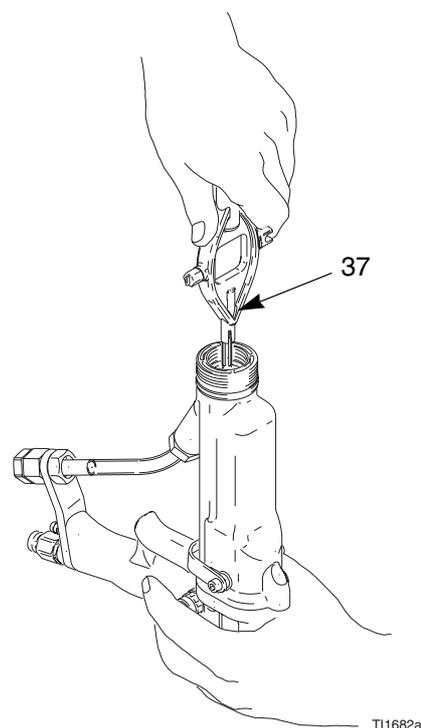

Fig. 25. Cambio del electrodo
3. Desenrosque el electrodo (29) con la herramienta multi-usos (37). Sujete el extremo de la varilla prensaestopas (26h) para evitar que gire, FIG. 25..